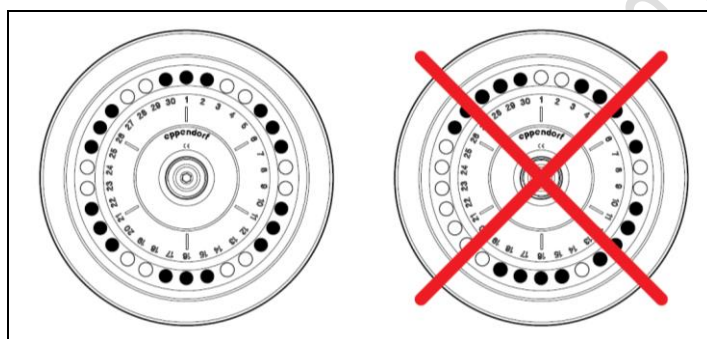

Figura 2. Demonstração de como se deve e não se deve carregar o rotor da Centrífuga 5430 R.
- 4) Gire levemente no sentido horário e aperte a tampa que fecha o rotor e coloque as amostras (capacidade para até 30 microtubos) de forma balanceada como mostra a Figura 2. Diferenças mínimas de peso podem danificar o equipamento.